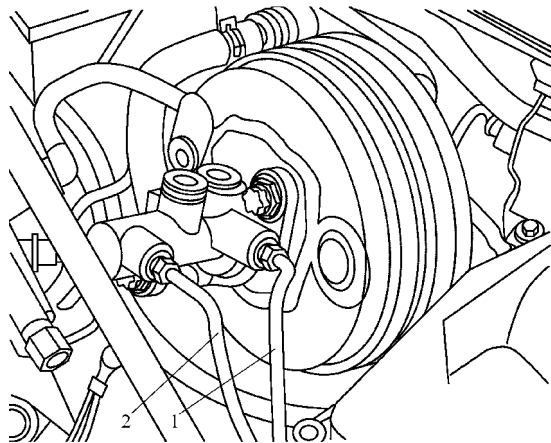

图 3-2-39 将制动管路 1 和 2 从制动主缸和液压机组上完全拧下并取出
3) 将制动管路 1 和 2 从制动主缸和液压机组上完全拧下并取出，如图 3-2-39 所示。